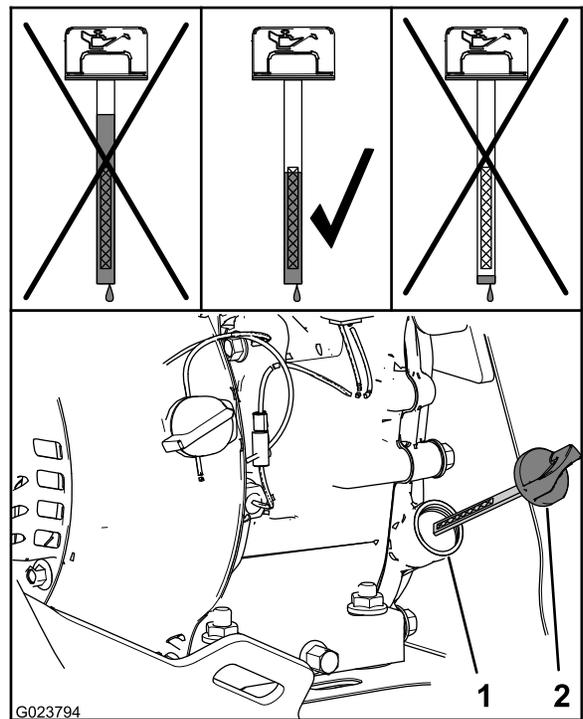

Bild 28
2. Nehmen Sie den Peilstab heraus und prüfen Sie den Ölstand (**Bild 28**).
Hinweis: Der Ölstand sollte über der Markierung am Peilstab liegen (**Bild 28**).
- A. Füllen Sie das angegebene Öl in den Füllstutzen (**Bild 28**).